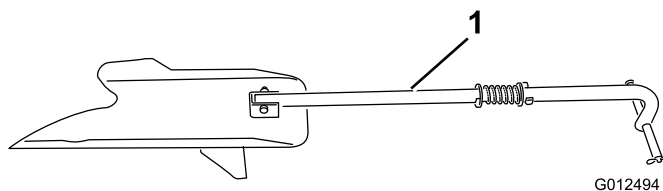
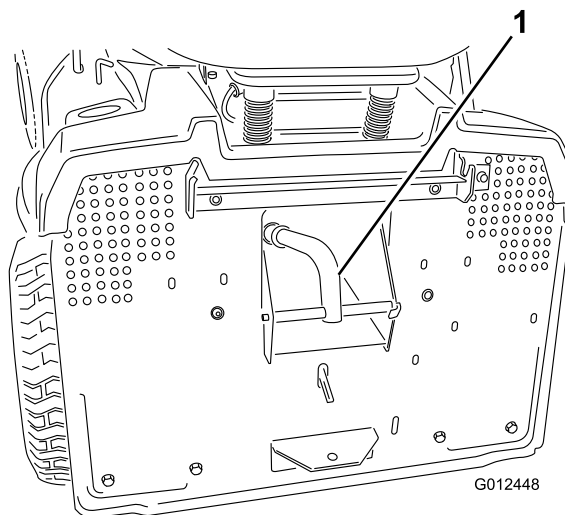

Figure 17
Figure 18
5. Insérez l'obturateur de mulching (Figure 17) dans l'ouverture d'éjection à l'arrière de la machine, et accrochez-le dans l'orifice de l'éjecteur (Figure 18).